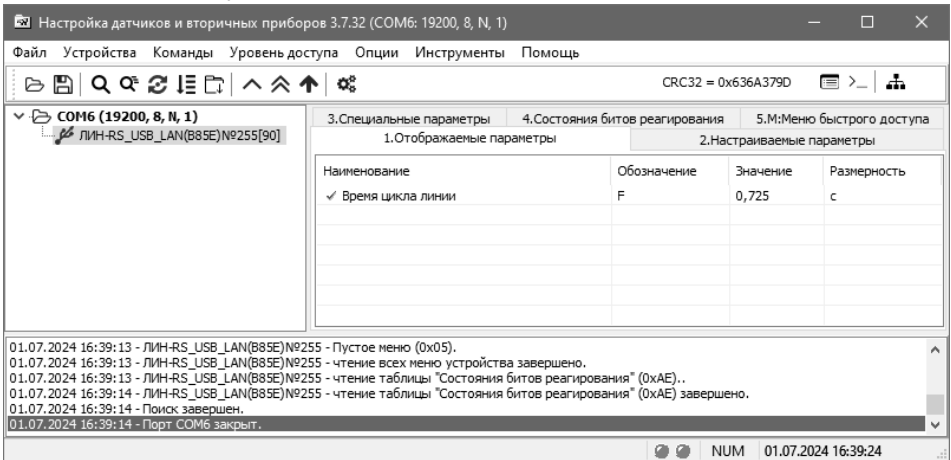

Рисунок 49 – Окно программы «Настройка датчиков и вторичных приборов»
3.15.9 В случае успешного поиска в левой части окна программы «Настройка датчиков и вторичных приборов» (рисунок 49) отобразится найденный адаптер ЛИН-RS\_USB\_LAN. В правой части окна отобразятся вкладки с настройками и данными адаптера. В области уведомлений отобразятся информационные сообщения.